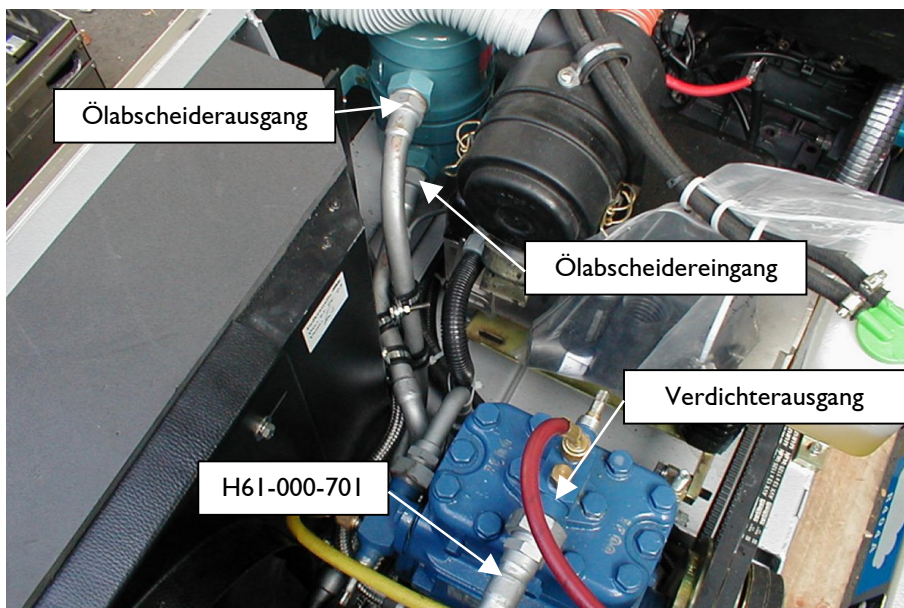
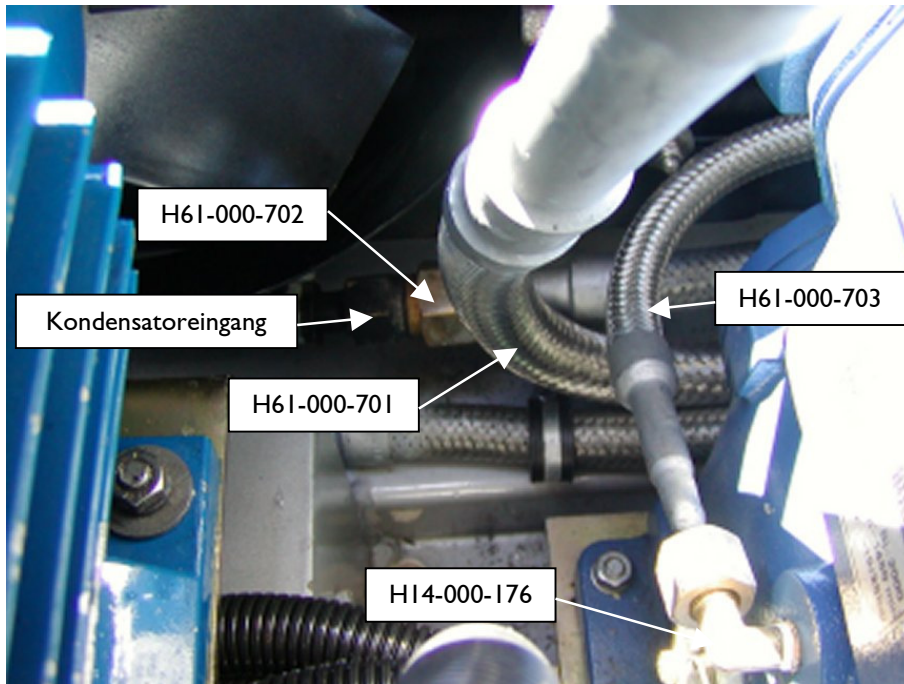

Bild 2
Bild 3
2. Rohrleitung H61-000-701 (Verdichterausgang → Ölabscheidereingang; siehe Bild 2 und Bild 3) montieren.
5. Rohrleitung H61-000-703 (Ölrückführleitung; siehe Bild 3 und Bild 4) montieren.